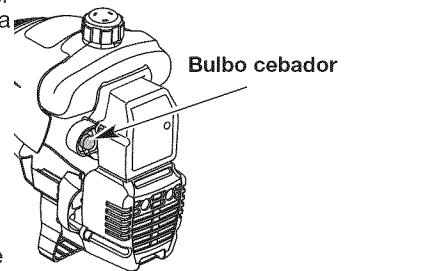

Fig. 3
3. Oprima completamente el cebador y suéltelo 10 veces. Hágalo lentamente. Se deberá ver un poco de combustible en el cebador y en las tuberías de alimentación de combustible (Fig. 3). Si no puede ver el combustible en el cebador, oprímalo y suéltelo tantas veces como sea necesario hasta que vea combustible en el mismo.